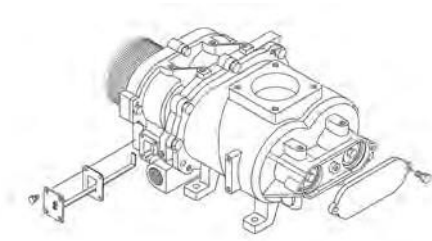

Рис. 57: Выталкиватель для типа 15 – 30
5. ➤ Тип 15 – 30: При помощи встроенного выталкивателя (Рис. 57) можно удалить консистентную смазку, находящуюся в области подшипников.